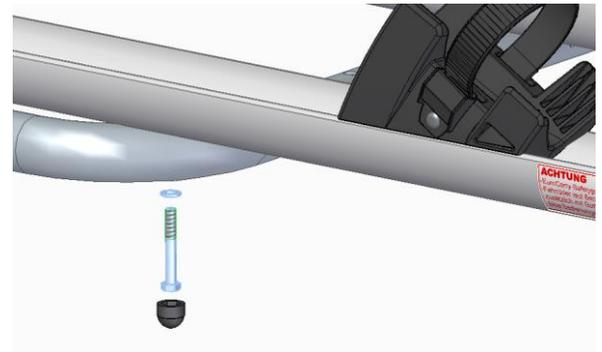

Abbildung 11
Montieren Sie schlussendlich die Fahrradschienen (5), indem Sie jeweils zwei Sechskantschrauben M6x45mm wie in Abbildung 11 von unten durch die Bohrungen des Auslegers schieben und in die Nutensteine schrauben, die sich bereits in der Fahrradschiene (5) befinden.